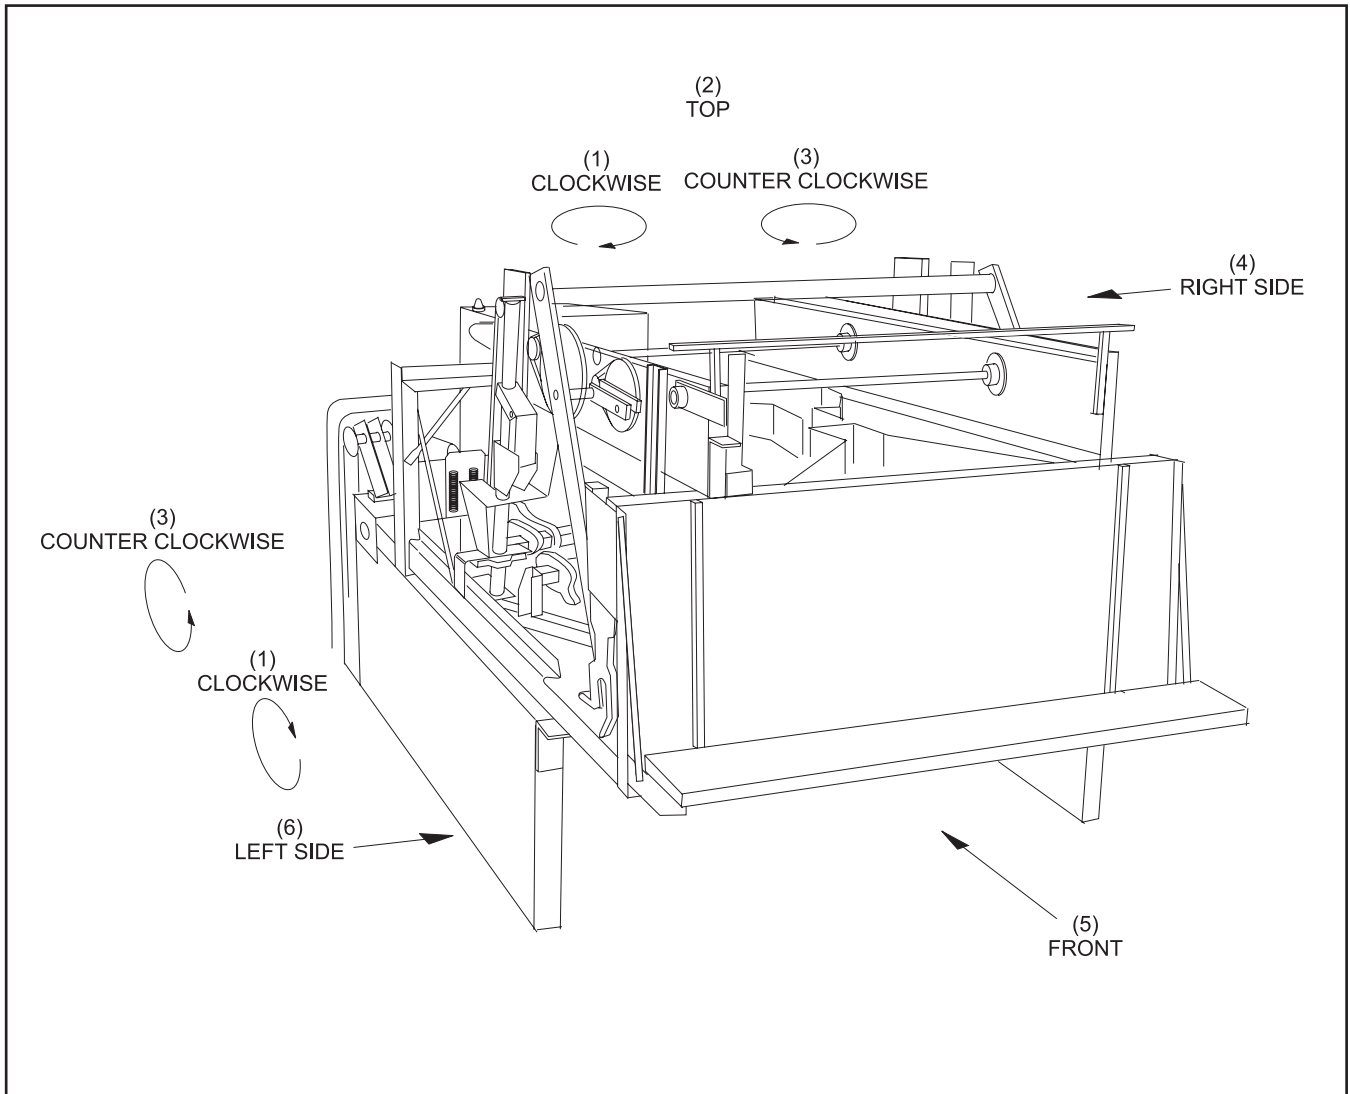

Abbildung 1-1. Ausrichtung des Stellautomaten
Die Positionen, die im Text dieses Handbuchs beschrieben werden, z. B. rechts, links, vorwärts oder rückwärts, sind jeweils beschrieben, wie sie von der Foul-Linie aus gesehen werden. Die Bewegungsrichtung „im Uhrzeigersinn“ (CW) bzw. „gegen den Uhrzeigersinn“ (CCW) setzt eine Blickrichtung auf den Stellautomaten von der linken Seite oder von oben voraus. Siehe *Abbildung 1-1*.